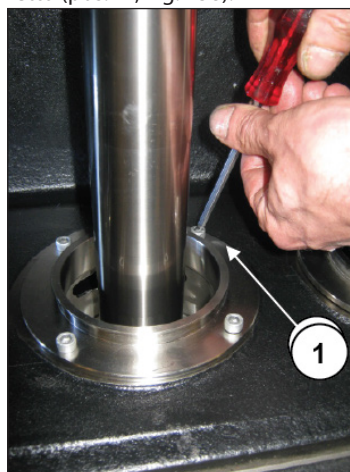

Fig. 158
Togliere il soffietto e svitare le quattro viti di fissaggio M6 delle tre flange soffietto (pos. ①, Fig. 158).